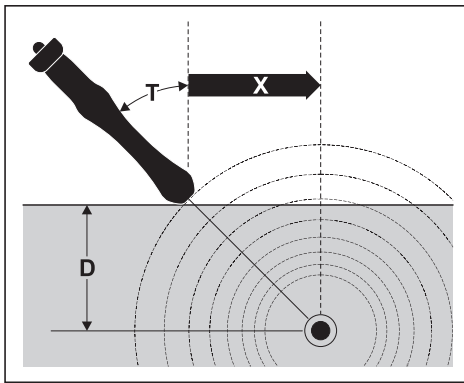

Abb. 22: Bestimmung der Versatztiefe mittels Triangulation
- b) Neigen Sie den Empfänger in einem Winkel α zwischen 10° und 60° (Abb. 22).